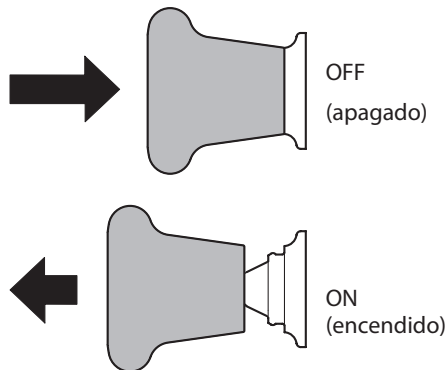

Figura 3-5
2. Tire del interruptor de la PTO hacia arriba/afuera a la posición de activación (ON). Vea la Figura 3-5.